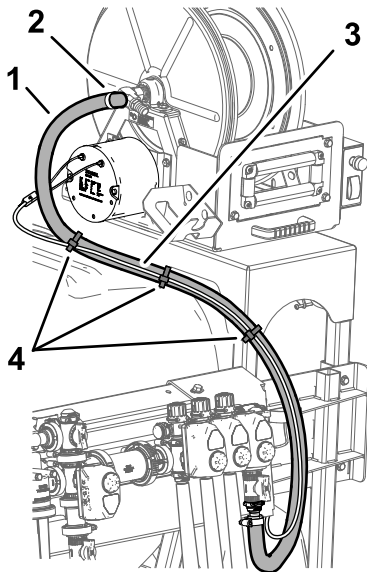

Bild 50
Schlauchtrommel (Bild 50).
4. Schließen Sie den Schlauch (180 cm) an das gezahnte Schlauchanschlussstück an der Schlauchtrommel an und befestigen Sie den Schlauch mit einer Schlauchklemme, wie in Bild 50 abgebildet.